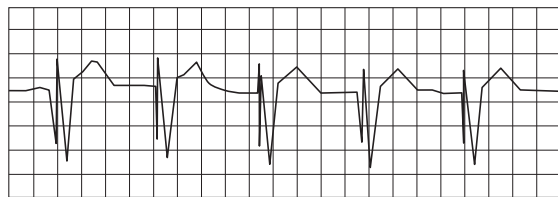

図6 心室ペースティング時の体表表面心電図
3) 心室ペースティングを行うために、心房ペースティングの2)と3)の項を繰り返します。心室刺激の出力は通常3mA以下で可能です。ペースティングができれば、適正な感度を調整します。図6は代表的な心室ペースティング時の心電図です。